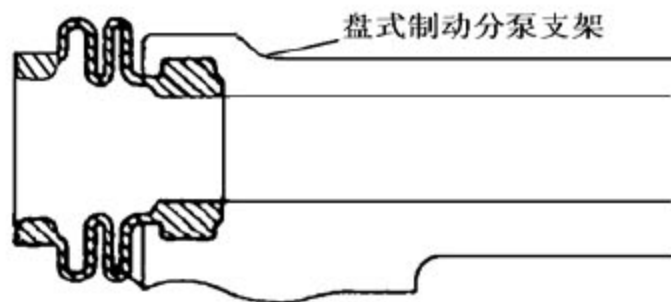

图 3—25
7).拆卸后盘滑动销防尘套。从后盘式制动分泵支架上拆下2个防尘套，如图3—25所示。